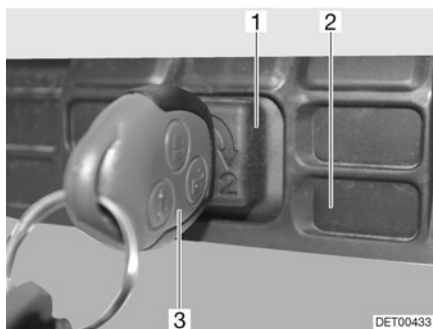

Fig. 26 Déverrouillage du capot moteur Fortero, Van
- Insérer la clé de contact (Fig. 26,3) dans le barillet (Fig. 26,1) au niveau de la grille de radiateur (Fig. 26,2).
- Ramener la clé de contact sur la position intermédiaire (Fig. 26) et la retirer.